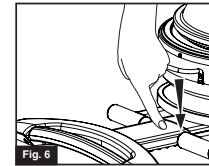

Fig. 6
- Presione hacia abajo el botón del asa para remolcar y continúe presionando el asa hasta que se acomode en el primer agujero del soporte. (Fig. 6)